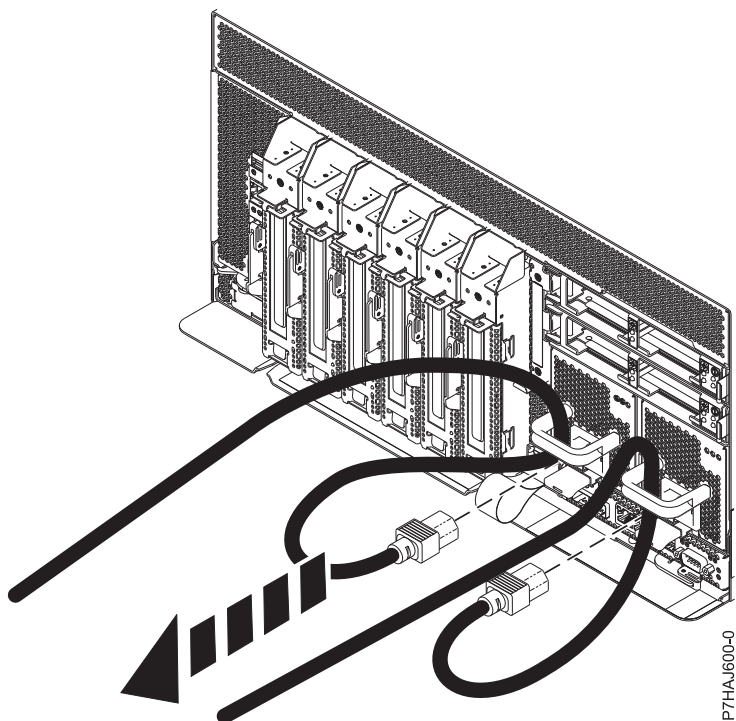

図 60. 電源コードの取り外し
3. 134 ページの図 60 に示すように、システム装置から電源コードを切り離します。